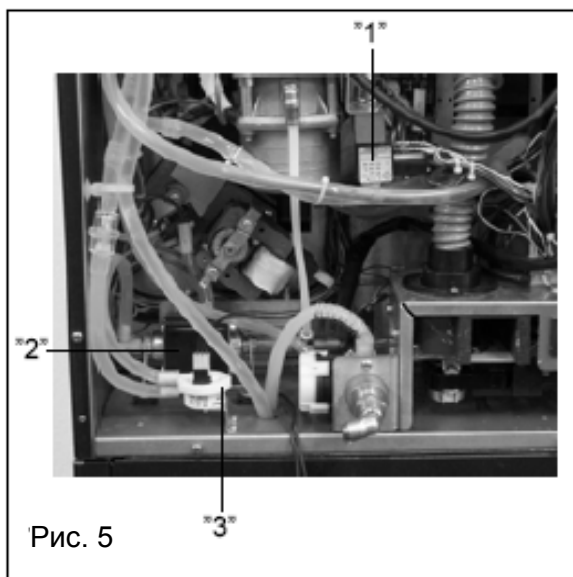

Рис. 5
- открывается соленоидный клапан подачи воды для растворимых продуктов (1, рис. 5) и миксер начинает наполняться заранее установленным количеством воды. Затем включается помпа (2, рис. 5) и подается установленное количество воды, которое контролируется специальным электронным прибором (турбина воды) (3, рис. 5).
- запускается помпа, подающая установленное количество воды под контролем специального электронного устройства (турбина воды) (3, рис. 5).